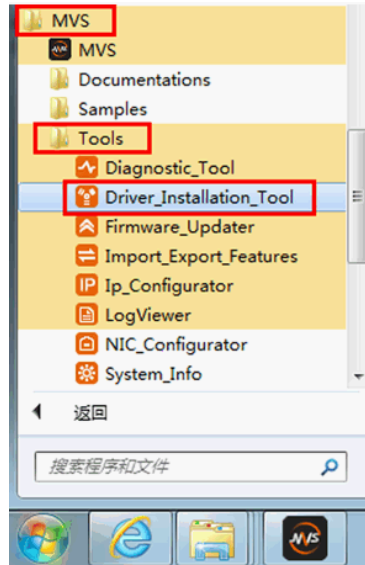

图2-5 打开驱动管理工具
3. 在 Tools 的子菜单中选择“Driver Installation Tool”并单击打开驱动管理工具，如图 2-5 所示。